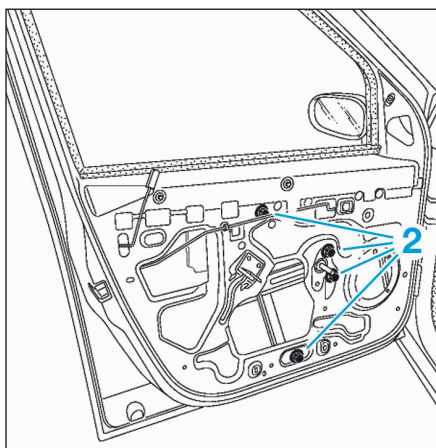

FIG.44
- Déposer les écrous (2) (Fig.44).